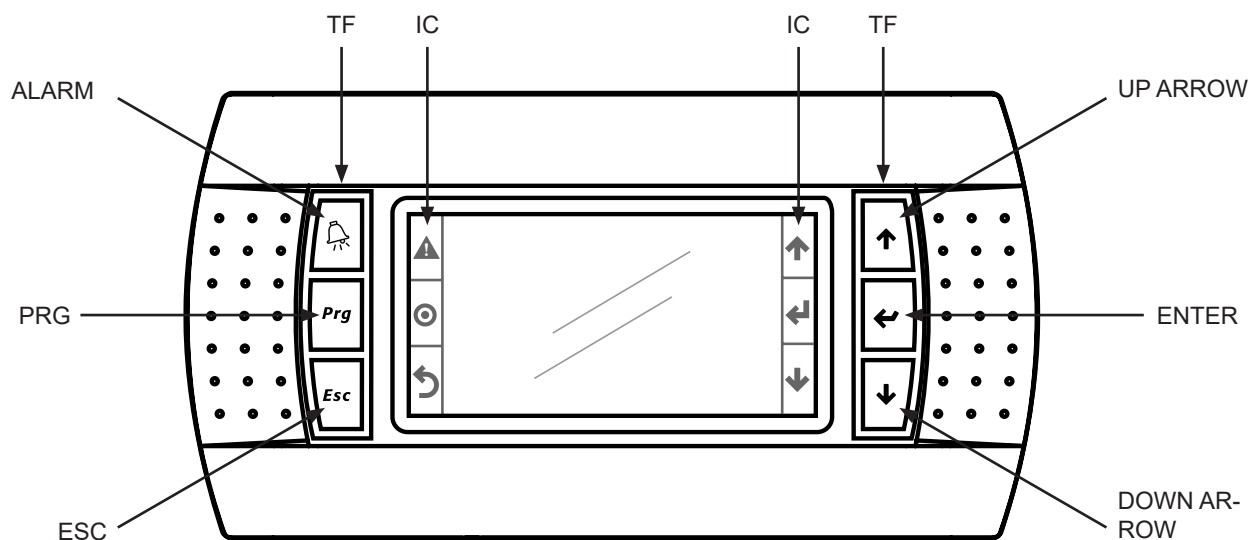

Figura 15
(1) Only compatible with adiabatic models (AVK, AVS, AVW).
(2) Only compatible with chillbooster models. Chillbooster models are not the subject of this manual.
9.10 El panel remoto (A2) consta de una pantalla central y 3+3 teclas físicas laterales: a la izquierda de la pantalla están las teclas "ALARMA", "PRG", "ESC", a la derecha las teclas "FLECHA ARRIBA", "ENTER", "FLECHA ABAJO". Véase la Figura 15. La función de las teclas físicas TF se hace explícita mediante los iconos IC correspondientes en la pantalla.